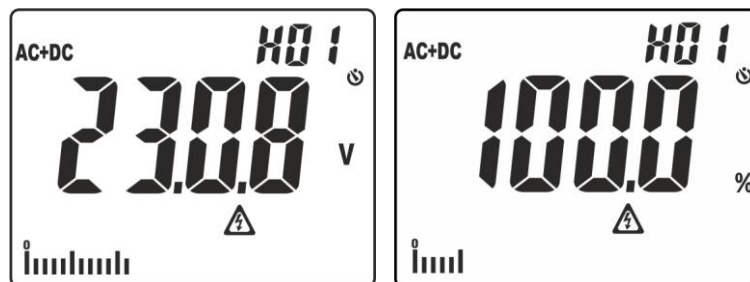

Fig. 3: Visualización amplitudes análisis armónico
- Pulsación simple de la tecla para visualización amplitudes de los armónicos de tensión y corriente hasta el 25° orden (**Hdc**, **H01... H25**) en formato absoluto o porcentual en con respecto a las fundamentales de las señales de entrada (para valores de tensión  $V_{CA} > 0.5V$  y corriente  $CA > 0.5A$  y frecuencia comprendida entre  $42.5Hz \div 69Hz$ ) y el valor porcentual del parámetro **THD%** (ver el § 9.3) como se muestra en Fig. 3. Use las teclas  $\blacktriangle$ /**ZERO** y  $\blacktriangledown$ / $\text{Ⓜ}$  para aumentar/disminuir el orden del armónico